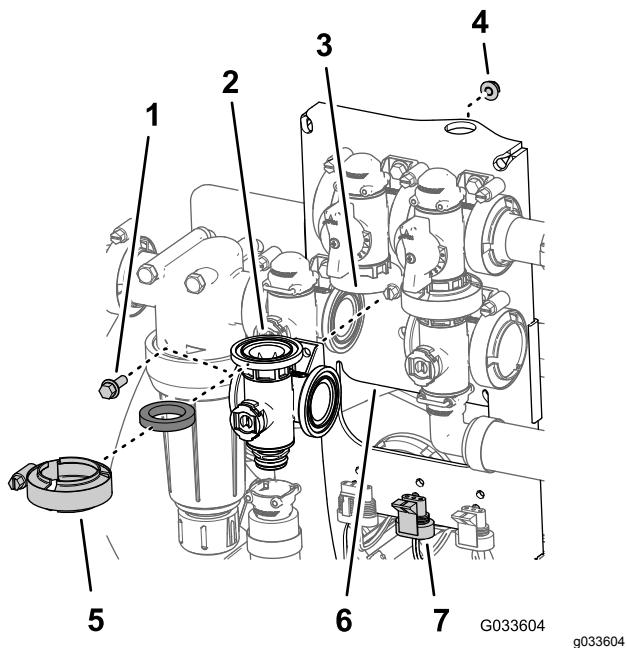

Figura 127
1. Alinhe a flange do coletor da válvula de agitação, uma junta e a flange da válvula de derivação da agitação (Figura 127).
9. Monte a válvula de agitação na montagem da válvula com o parafuso de cabeça flangeada e porca de bloqueio flangeada (Figura 127) que removeu no passo 3 de Remoção da válvula do coletor de agitação \(página 83\) e aperte a porca e o parafuso com 10 a 12 N·m.